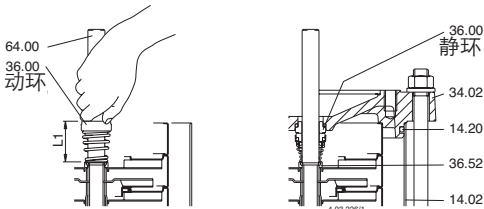

图.5 插入机械密封
5. 拆下螺栓(61.07)和笼型支架(32.00),其和轴承(66.00)及联轴器(64.22)作为整体从上端盖(34.02)顺轴(64.00)抽出(图.5).
检查安装前后的长度并把动环升起与到与原始长度(L1 图5)一致。